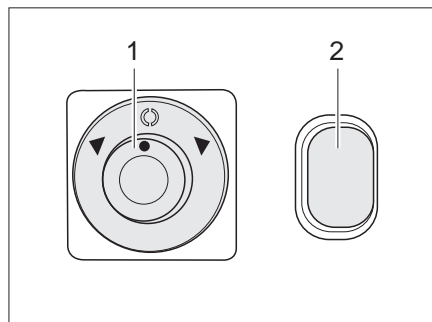

Bild 24 Schalter für elektrisch einstellbare Außenspiegel und Spiegelheizung
**Einstellen:** ■ Den Spiegel, der eingestellt werden soll, wählen. Dazu den Drehschalter (Bild 24,1) nach links oder rechts drehen.
■ Den Spiegel durch Drücken des Schalters (Bild 24,1) in die entsprechende Richtung einstellen.
**Heizung einschalten:** ■ Den Schalter (Bild 24,2) drücken. Die Kontroll-Leuchte im Schalter leuchtet orange und zeigt den Betrieb an.